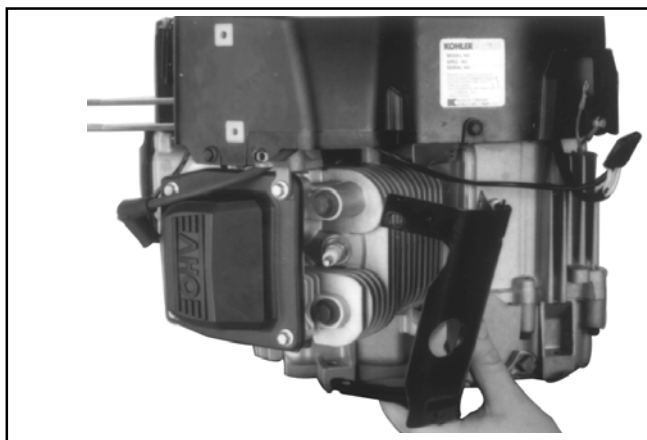

Figura 9-28. Rimozione dei deflettori interni.
2. Rimuovere i deflettori interni (gola). Vedere Figura 9-28.